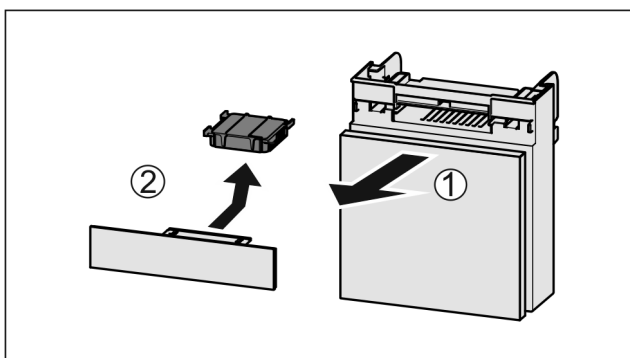

Fig. 242
- ▶ Estrarre il vano tirando in avanti Fig. 242 (1).
- ▶ Rimuovere il filtro a carboni attivi Fig. 242 (2).